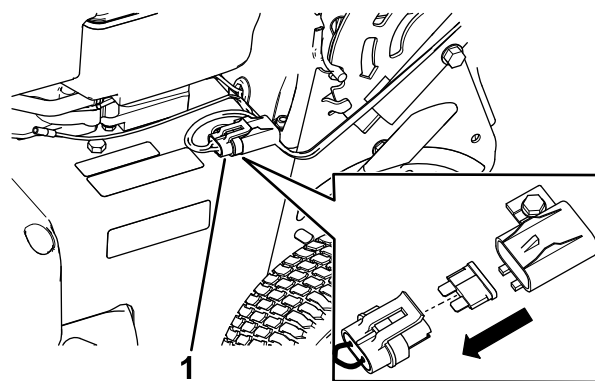

Figura 33
1. Aprite il portafusibili sigillato e sostituite il fusibile (Figura 33).